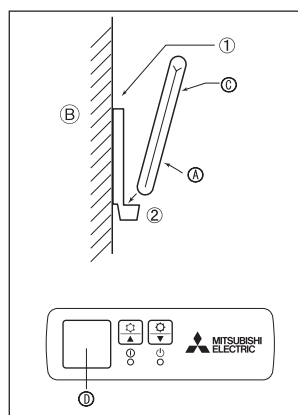
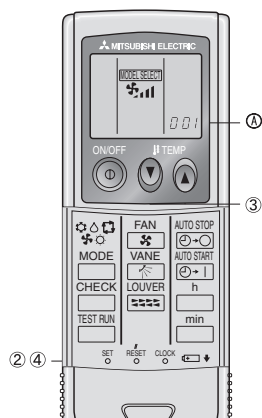

Fig. 6-5
Fig. 6-6
2) Метод установки (Fig. 6-5)
- ① Закрепите держатель пульта дистанционного управления в выбранном Вами месте с помощью двух самонарезающих винтов.
- ② Вставьте низ пульта в держатель.
3) Настройка (Fig. 6-6)
- ① Вставьте батарейки.
- ② Нажмите кнопку SET остроконечным предметом.